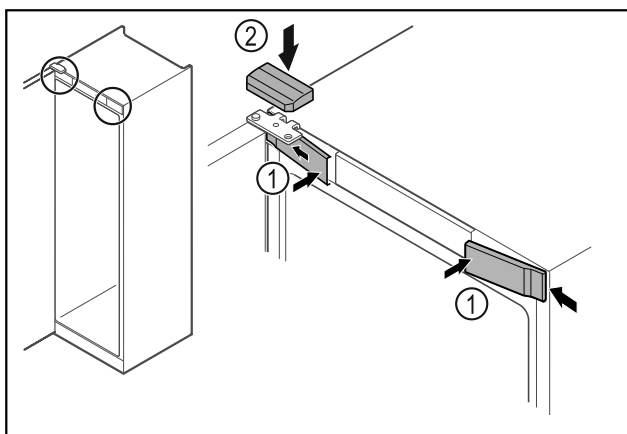

Fig. 27
- Obesite sprednje pokrove Fig. 27 (1) na stran in jih zaskočite.
- Zgornji pokrov Fig. 27 (2) namestite z zgornje strani.